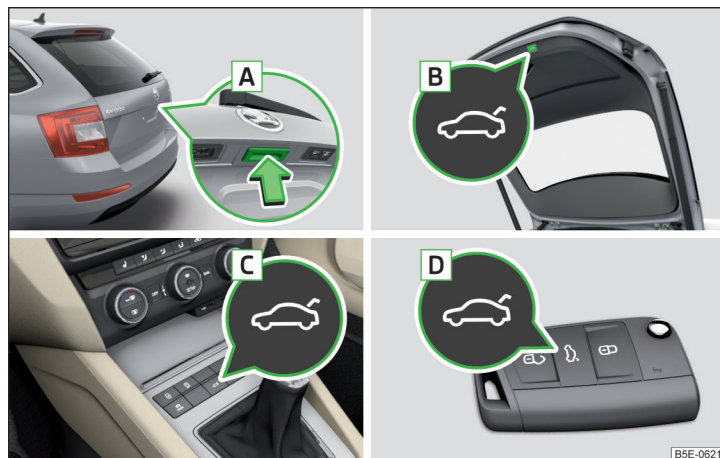

Fig. 37 Operarea capotei
- ▶ Prin apăsarea mânerului **A** » fig. 37.
- ▶ Prin apăsarea tastei **B** » fig. 37.
- Mențineți apăsat butonul **B** » **fig. 37 la pagina 57**, până când se emite un semnal acustic.
| Capacul nu reacționează la semnalul de deschidere | Îndepărtarea unui eventual obstacol (de ex. zăpadă), redeschiderea capotei » pagina 57Apăsarea mânerului A » fig. 37 la pagina 57 și tragerea capotei înspre în sus |